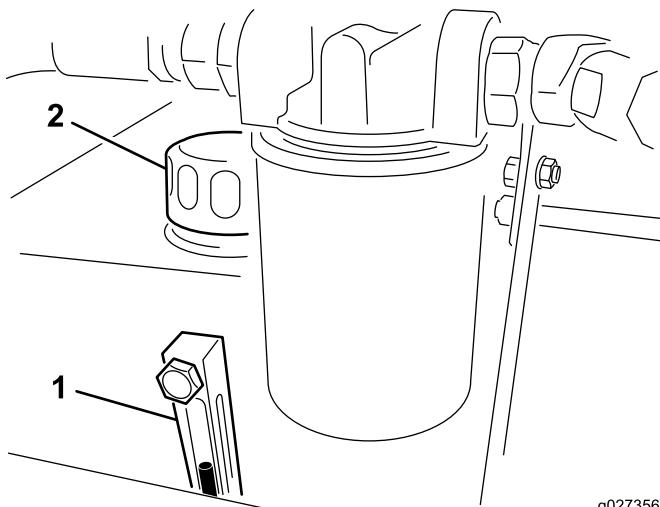

Figura 6
2. Compruebe el nivel de aceite observando la mirilla (Figura 6). Si el aceite llega a la mitad de la mirilla, el nivel es suficiente.